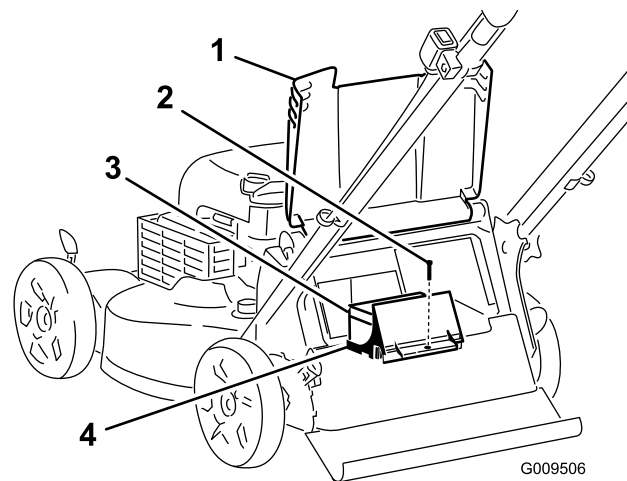

Figura 34
1. Sollevate il deflettore posteriore e individuate il vano batteria (Figura 34).